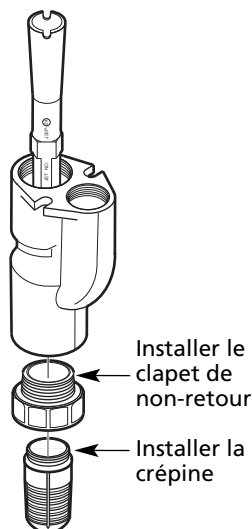

Figure 5
5. Installer le clapet de non-retour et la crépine à l'extrémité de l'éjecteur qui ne comporte qu'un orifice (extrémité inférieure de l'éjecteur – voir Figure 5).